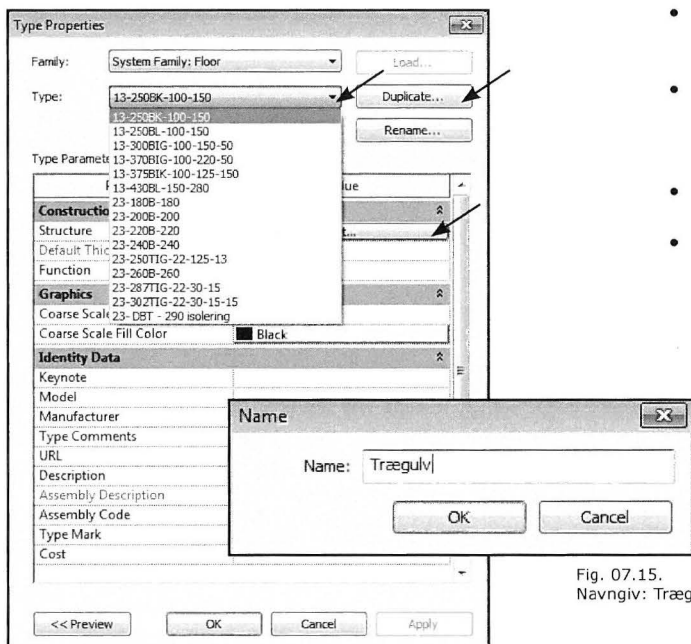

Fig. 07.14. Vælg en gulvopbygning at tage udgangspunkt i og klik på Duplicate.
- Vælg en tilfældig opbygning på listen, da der ikke allerede eksisterer en gulvopbygning (Fig. 07.14).
- Klik *Duplicate* (Fig. 07.14).
- Opbyg gulvet som på (Fig. 07.14, for-rig side), ved at klikke på *Edit* ud for *Structure*.